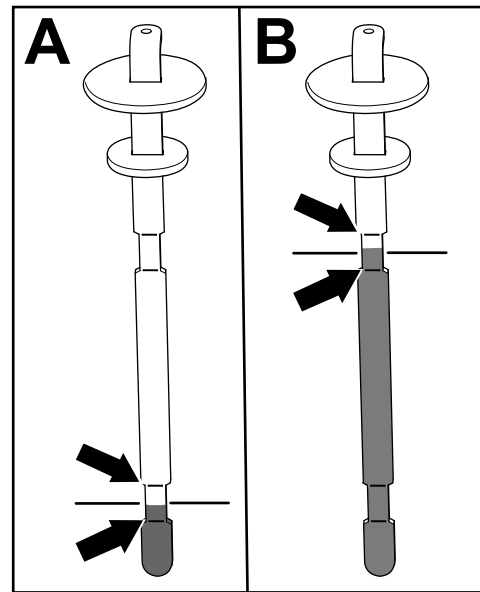

Рисунок 80
5. Извлеките щуп и проверьте уровень рабочей жидкости (Рисунок 80).
- Если у вас на машине установлен **режущий блок**: уровень гидравлической жидкости должен находиться на соответствующем уровне между 2 нижними отметками на щупе (А на Рисунок 80). Также допустимо, если уровень жидкости находится выше нижних отметок.
приводом: уровень гидравлической жидкости должен находиться на соответствующем уровне между 2 верхними отметками на щупе (В на Рисунок 80).